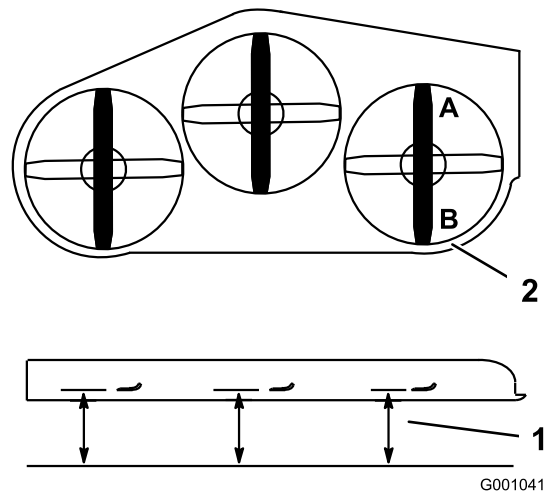

Figure 89
2. Tournez une lame dans le sens longitudinal. Mesurez la distance aux points A et B entre une surface plane et le bord coupant des pointes des lames (Figure 89).